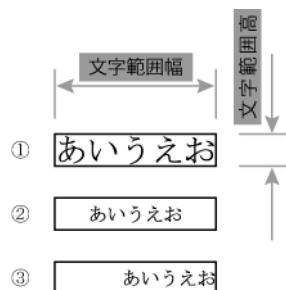

図 4-22 SXF で表現される文字列の描画
(1) 文字列の描画
SXF では、文字の大きさは文字範囲幅、文字範囲高および文字間隔で渡されています。しかし、1 文字の幅や高さが指定されているわけではないため、文字列が図 4-22 の②や③のように描画される可能性があります。
SXF における、文字列範囲幅を 25mm、文字範囲高を 5mm、文字間隔を 0mm に指定した文字列の描画例を図 4-22 に示します。